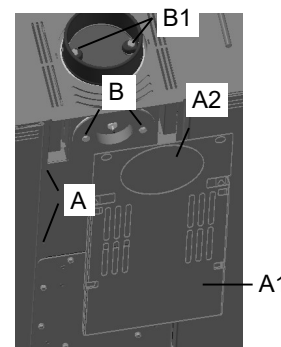

Abb. 3
Ihr Pelletkaminofen ist serienmäßig mit Rauchrohranschluss oben ausgestattet. Sollten Sie den Rauchrohranschluss von hinten wünschen, müssen die 4 Flachkopfschrauben (Abb. 3 A) der Geräterückwand (A1) 1-2 Umdrehungen herausgeschraubt und die Rückwand durch Anheben nach hinten entnommen werden. Das perforierte Blechsegment (A2) mit Hilfe eines Schraubendrehers an der Geräterückwand durch mehrmaliges hin- und herbiegen herausbrechen. Anschließend die 2 Sechskantschrauben M 8 (Größe 13) der Rauchrohrdeckeleinheit mit Rauchgasfühler (B) an der Geräterückseite lösen und mit Dichtung entfernen. Die 2 Sechskantschrauben M 8 (Größe 13) am oberen Rauchrohrstutzen (B1) entfernen und diesen mit Dichtung an die rückseitige Rauchrohröffnung anschrauben. Die zuvor abgeschraubte Rauchrohrdeckeleinheit mit Rauchgasfühler (B) und Dichtung auf die obere Rauchrohröffnung legen und fest anschrauben. Beachten Sie hierbei, dass die jeweiligen Dichtungen unbeschädigt sind und dass das Kabel des Rauchrohrfühlers nicht direkt an der Brennkammer anliegt oder eingeklemmt wird.